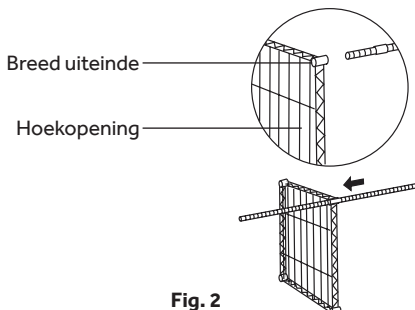

Fig. 2
4. Houd de plank op zijn kant en schuif de paal door één van de hoekopeningen [fig. 2].